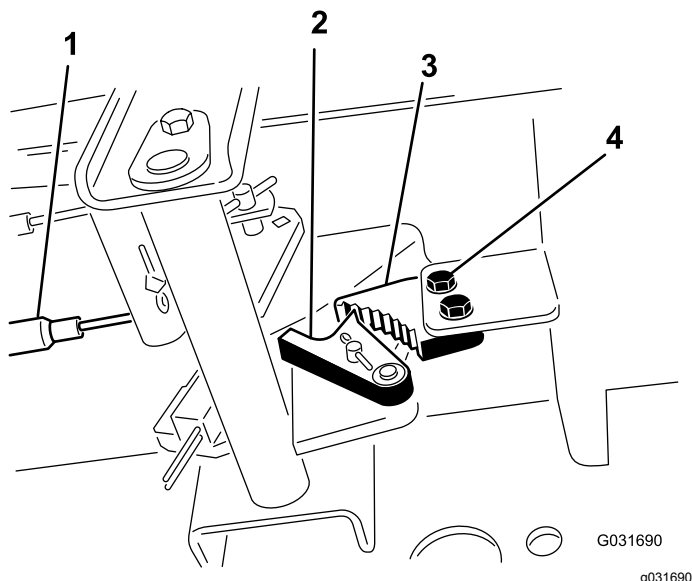

Figura 55
1. Allentate le due viti che fissano il nottolino del freno di stazionamento al telaio (Figura 55).
2. Premete in avanti il pedale del freno di stazionamento finché il fermo non s'innesta completamente nel nottolino del freno (Figura 55).